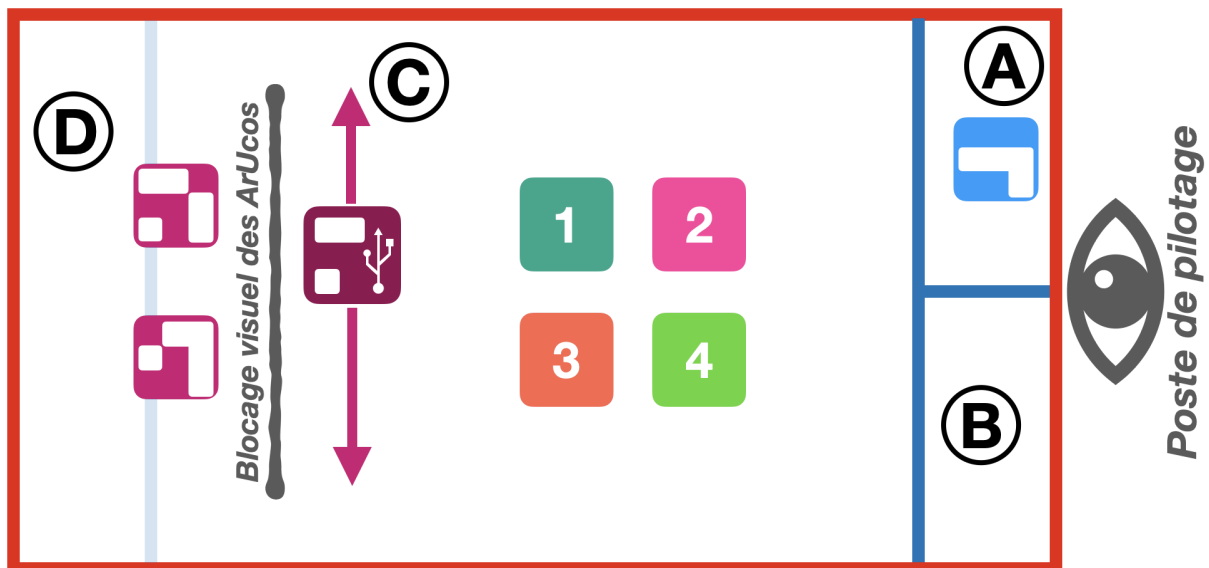

Figure 1 : Vue générale de l'aire/du terrain de jeu lors de l'épreuve 1.
- Le **Terrain de jeu** représenté par le rectangle rouge sur la **figure 1**. Il est délimité par des lignes rouges et blanches au sol (*rouge vers l'intérieur de la zone et blanc à l'extérieur*). Située dans la zone de vol, c'est la zone dans laquelle se déroule l'épreuve;
- L'**aire de départ** annotée par le symbole **A** sur la **figure 1**. Elle est délimitée par un marquage au sol bleu. Elle contient un ArUco pour faciliter le décollage et l'atterrissage automatique (*Les Arucos sont disponible en annexe 4*);
- L'**aire de stockage des objets** est annotée par le symbole **B** sur la **figure 1**. Elle sera délimitée par un marquage au sol bleu. Elle contiendra le **porte objets** (*dont le plan est disponible en annexe 2*).
- B. **Reconnaître la zone de livraison** correspondant à la zone annoncée par l'arbitre et **Déposer l'objet** dessus. Ces zones sont matérialisées par des images fournies en annexe 3. Ces zones de livraison sont représentées par les chiffres **1, 2, 3** et **4** sur la **figure 1**. **Attention:** Il existe 4 images leurres (fausses zones de livraison) qui seront dévoilées au moment de la finale ;
- D. **Contrôler le robot et l'aligner** devant chaque **ArUcos** afin d'**obtenir la zone de livraison**. Le **robot** (*surmonté d'un ArUcos*) est représenté par le symbole **C** sur la Figure 1. Les **ArUcos** sont annotés par le symbole **D** sur la Figure 1 (*Les Arucos sont disponibles en annexe 4*);